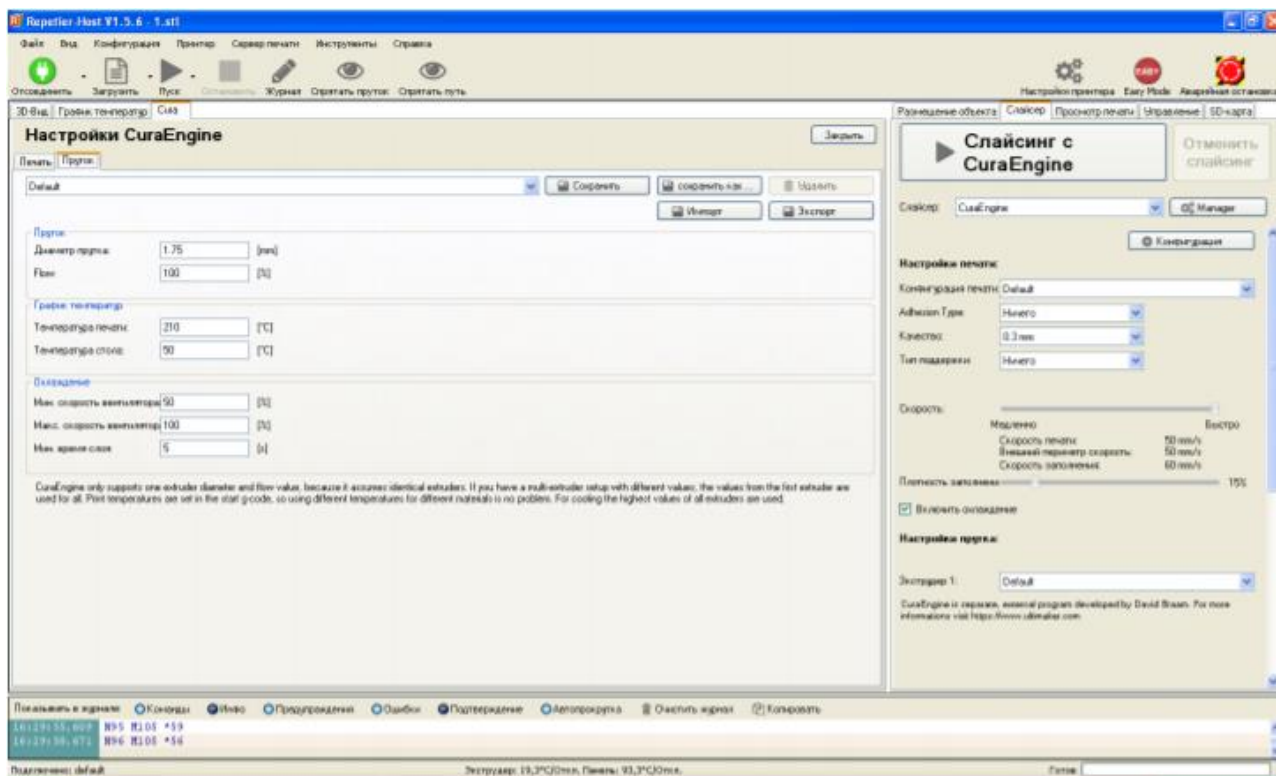

Рисунок 8 – Конфігурації на вкладці «Пруток»
- «Пруток» – важлива вкладка з налаштуваннями, що пов’язані з матеріалом для друку (рис. 8).